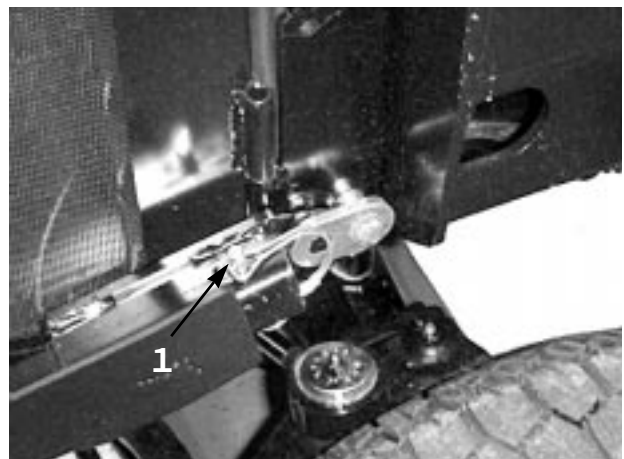

図 26
2. フードのピンの止め紐をはずしてピンを抜き、フード・チューブを後ろにスライドさせる (図26)。